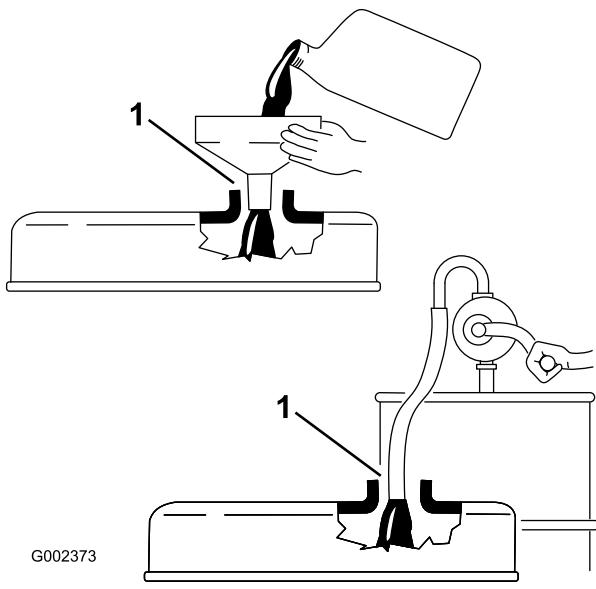

图27
**重要事项：** 确保为发动机添加机油时已取出量油尺。当添加机油或注油时，气门室盖内的注油设备与注油孔之间必须有空隙，如图27所示。此空隙是注油时准许通风所必需的，可以防止油溢入通气孔。